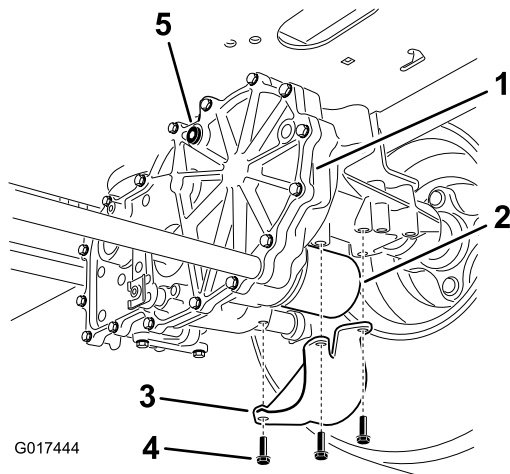

Figura 83
4. Localice el filtro y los protectores de cada sistema de tracción del transeje (Figura 83).
5. Retire los 3 tornillos que sujetan el protector del filtro, y retire el protector (Figura 83).